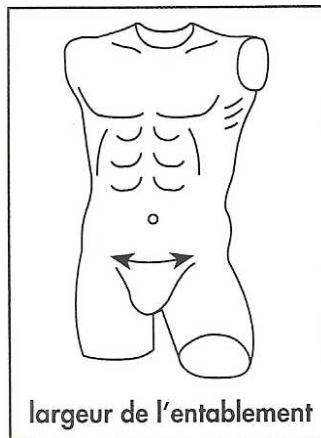

Figure 6 : Largeur de l'entablement⁽²⁸⁾
- largeur à l'entablement (extrémité gauche à droite de la poche au niveau du haut du pubis) (Figure 6) ;